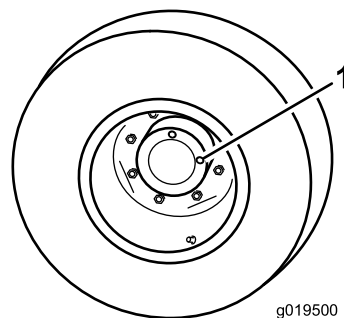

Figura 80
1. Com a roda posicionada de forma a que um tampão de verificação fique na posição das 12 horas e o outro na das 3 horas (Figura 80), estacione a máquina numa superfície plana, engate o travão de estacionamento, desça as plataformas do cortador, desligue o motor e retire a chave.
2. Retire o tampão da posição das 3 horas (Figura 80).